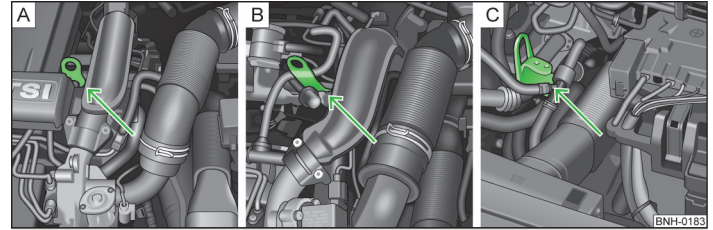

Abb. 156 Massepunkt des Motors: START-STOPP-System
- 1,2 l/63 kW TSI und 1,2 l/77 kW TSI Motoren » Abb. 156 - **A**
- 1,4 l/90 kW Motor » Abb. 156 - **B**
- 1,6 l/77 kW TDI CR Motor » Abb. 156 - **C**